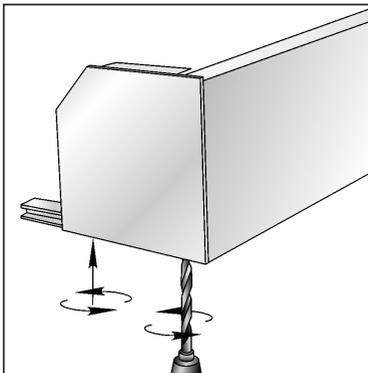

Abb. 21
- f) Markieren und bohren Sie gleichzeitig im Rollladenkasten und im hinteren Teil der Deckel jeweils 2 Löcher $\varnothing 4,2+0,3$ für Niete (Abb. 21);